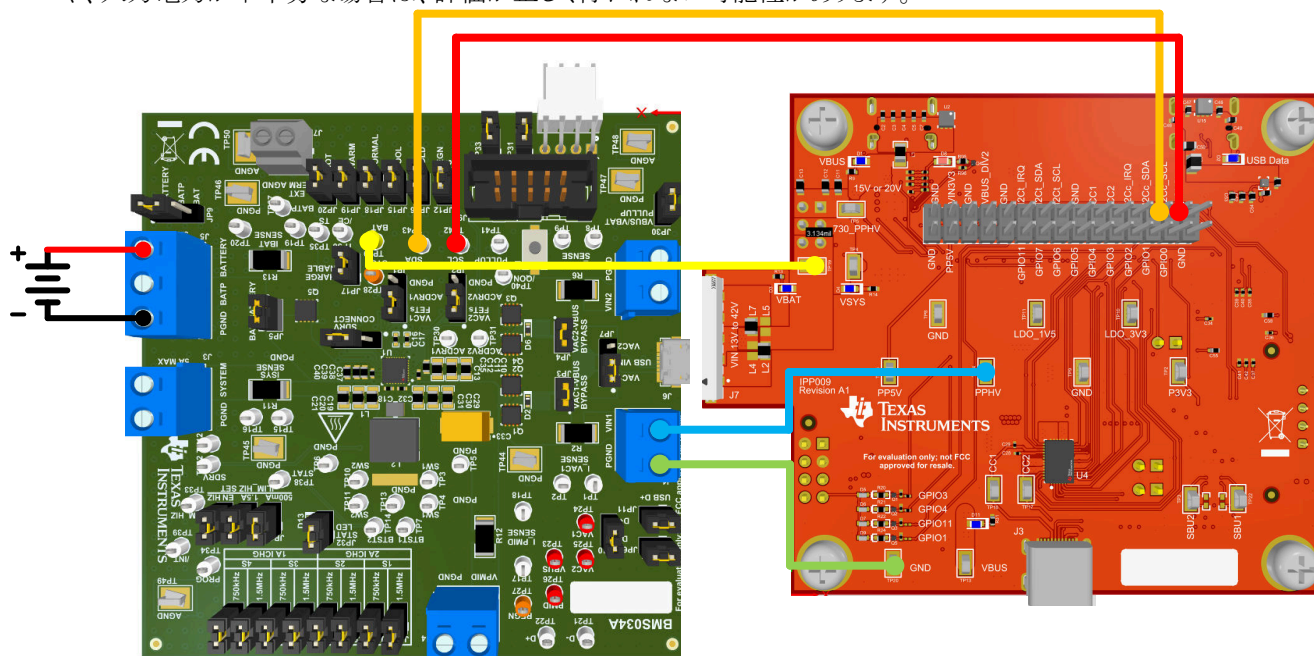

図 4-6. TPS25751EVM および BQ25792EVM、BQ25798EVM のハードウェア設定
2. 図 4-6 に、テスト用フック クリップまたはジャンパ線を使用して 2 つの EVM を接続する方法を示します。詳しくは、表 4-2 を参照してください。